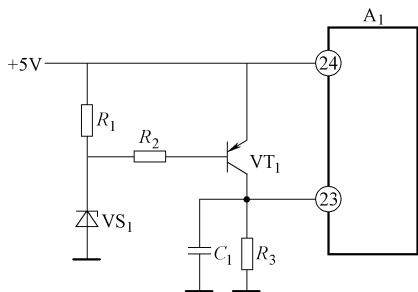

图 16-29 微控制器实用复位电路之四
4) 复位电路之四。如图 16-29 所示是微控制器中的另一种实用复位电路。电路中， $A_1$  的②④脚是电源引脚，②③脚是复位引脚， $VS_1$  是稳压二极管。